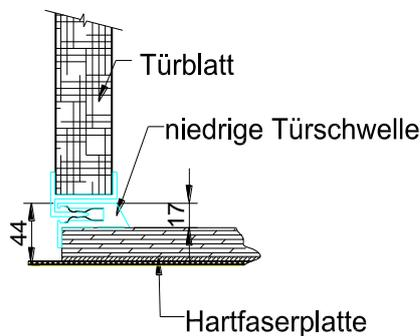

Abb. 7 Messerkontakt-Niedrig-Schwelle
- Messerkontakt-Niedrig-Schwelle (Abb. 7)